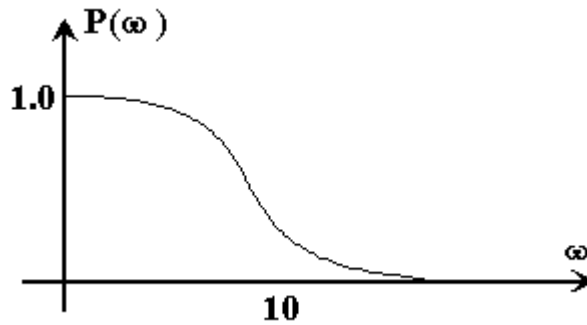

Рис.9.3.
3. Найти оценки для показателей качества переходного процесса ( $\sigma$ ,  $t_n$ ) по виду вещественной частотной характеристики  $P(\omega)$  на рис.9.3.